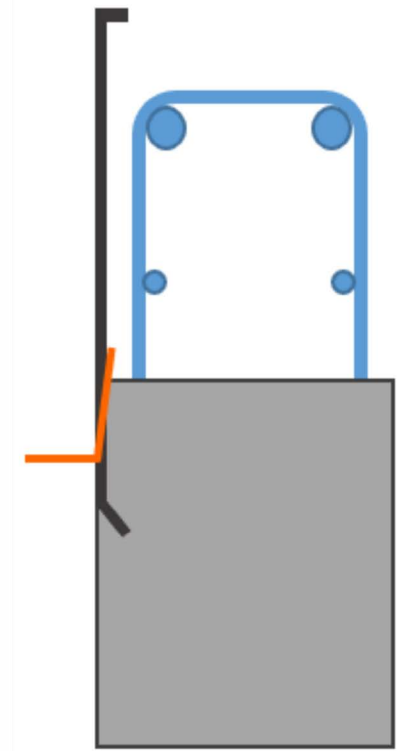

Figure 4
- 1 Dépliez la plaque de 90° (figure 4), fixez la plaque supérieure 3004b (voir TF 3004b). Fixez le poteau correctement (voir TF 3001).